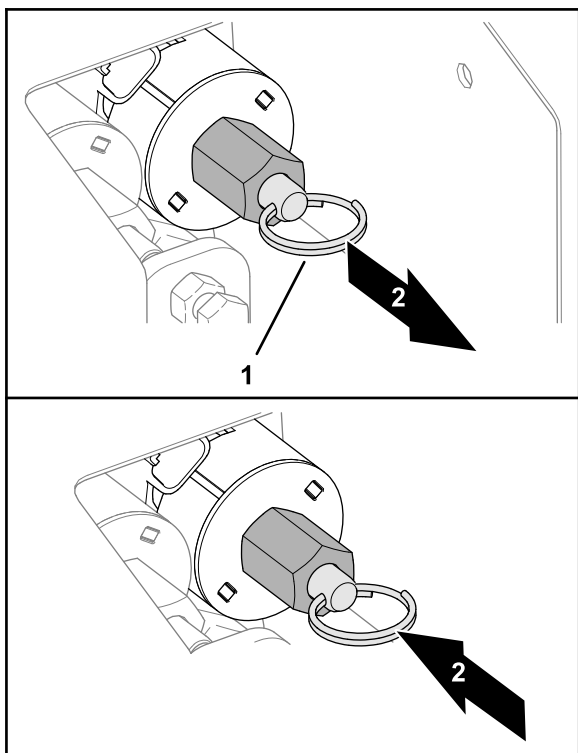

图 32
- 要降低料斗 (图 32)请向上拉阀杆上的环。
- 要升起料斗图 32 请用力推阀杆上的开口环。